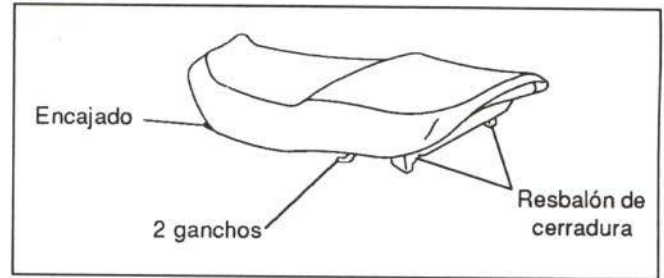

Figura 23.- Fijación del asiento
En la figura 23 se muestra su fijación
- Asientos (figura 23)